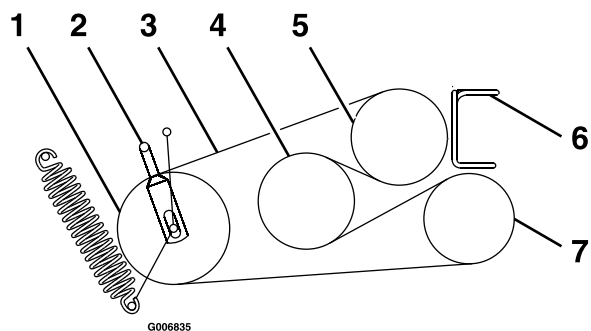

Figura 57
6. Allentate le guide delle cinghie **A** e **B** (Figura 57).
8. Disponete le nuove cinghie sulle pulegge, come mostrato nella Figura 57.